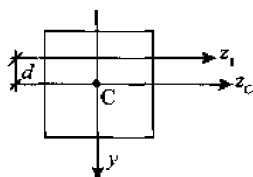

图 6-30
2. 如图 6-30 所示,悬臂梁的抗弯刚度为 EI ,在其下面为一半径为 R 的圆柱面。若使梁弯曲变形后恰好和圆柱面贴合,但无接触压力,则梁上所受的荷载为_____。